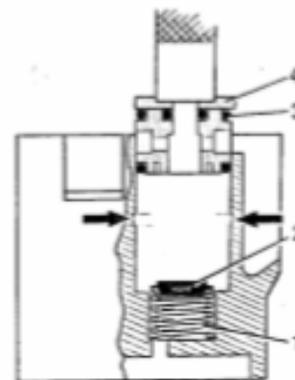

Fig. 36
Colocar el cono de válvula (3) y la arandela de tope (4). Presionar el cono y la arandela hasta que esta última quede sujeta en la ranura. (Fig. 36) Montar los pistones con los resortes, el balancín para el cambio range en la sección inferior. Montar el bloqueo y el balancín para el cambio split en la sección superior, armar la secciones superior e inferior, el reten del pistón de la válvula range y el resorte. Colocar la empuñadura.